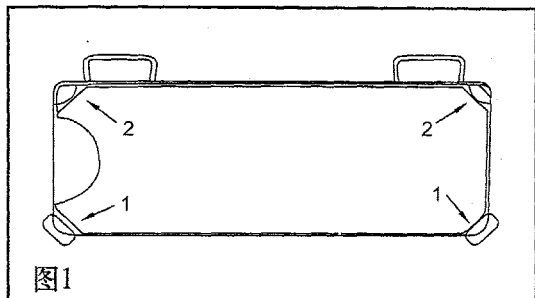
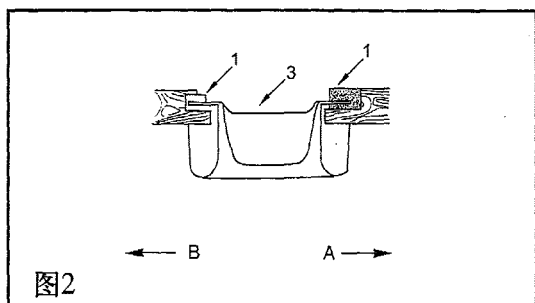

图1
图2
- 2) 将两只机头座垫①安装在油盘③的A边（朝操作者一边），将两只油盘支座②安装在油盘③的B边（用机头连接钩接合一边），然后放上油盘③（图1、图2）